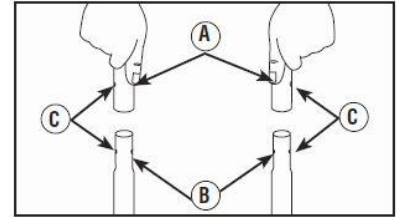

Fig. 1
1. Coloque el asa (A) sobre los soportes del mismo (B) que ya están adheridos a la unidad principal. Asegúrese de que los orificios (C) en el asa estén alineados con los orificios (C) en los soportes del mismo asa. (See Fig. 1)